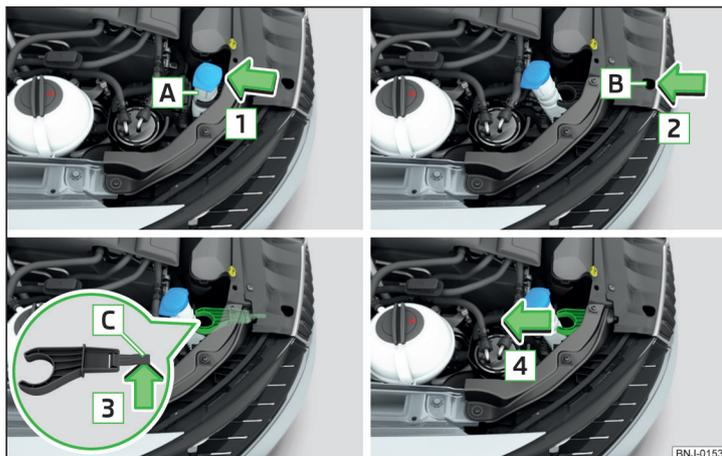

Fig. 207 Remover o suporte do apoio do reservatório da água de lavagem
- Soltar o apoio do reservatório **A** do suporte no sentido da seta **1** » Fig. 207.
- Inserir o suporte do apoio do reservatório no sentido contrário da seta **4** » Fig. 207.